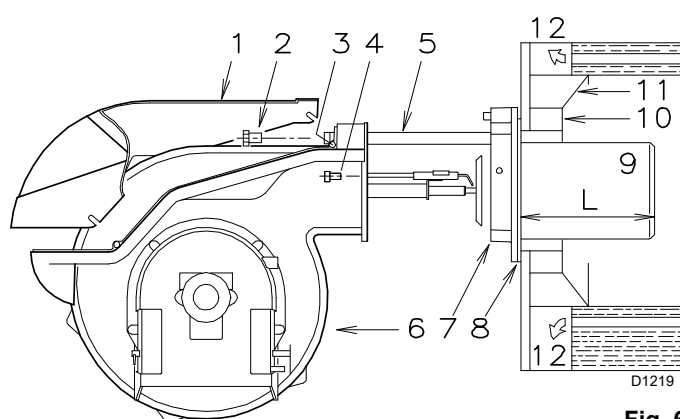

Fig. 6
Per le caldaie con il frontale raffreddato ad acqua non è necessario il rivestimento refrattario 10)-11)(Fig. 6), se non vi è espressa richiesta del costruttore della caldaia.
Effettuata questa eventuale operazione, fissare la flangia 7)(Fig. 6) alla piastra della caldaia interponendo la guarnizione 8) data a corredo. Utilizzare le 4 viti pure date a corredo dopo averne protetto la filettatura con prodotti antigrippanti.
- aprire il bruciatore sulle guide come in (Fig. 6 pag. 11);